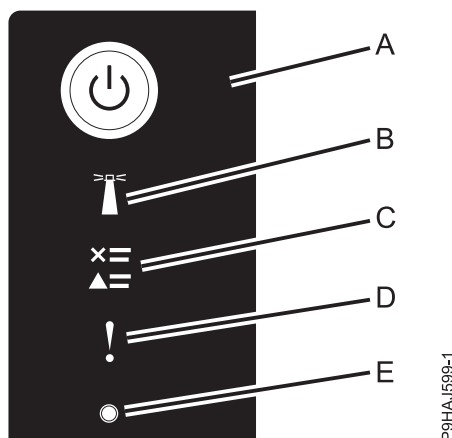

Figure 24. Voyants du panneau de commande
- Le voyant d'alimentation (A) clignote, comme indiqué dans la figure suivante.
3. Appuyez sur le bouton de mise sous tension (A) du panneau de commande, comme indiqué dans la figure 24.